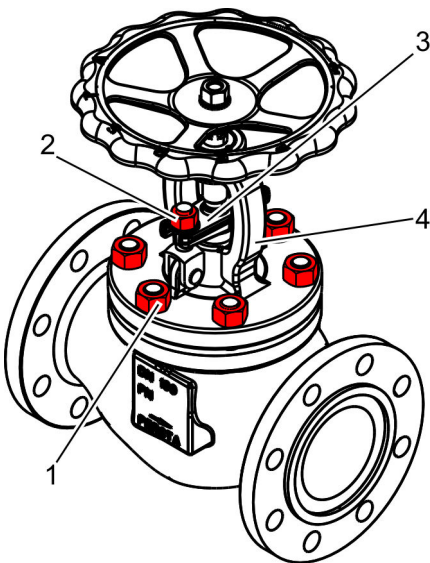

Abb. 12: Muttern entfernen
2. ➤ Bügelauflauf (Abb. 12/4) durch Hebezeug gegen Herunterfallen vom Gehäuse sichern.
3. ➤ Sicherstellen, dass Bügelauflauf (Abb. 12/4) und Gehäuse nicht durch das Hebezeug angehoben werden.
Muttern (Abb. 12/1) am Bügelauflauf (Abb. 12/4) lösen und entfernen.
5. ➤ Muttern (Abb. 12/2) an der Stopfbuchsbrille (Abb. 12/3) lösen und samt Unterlegscheiben entfernen.